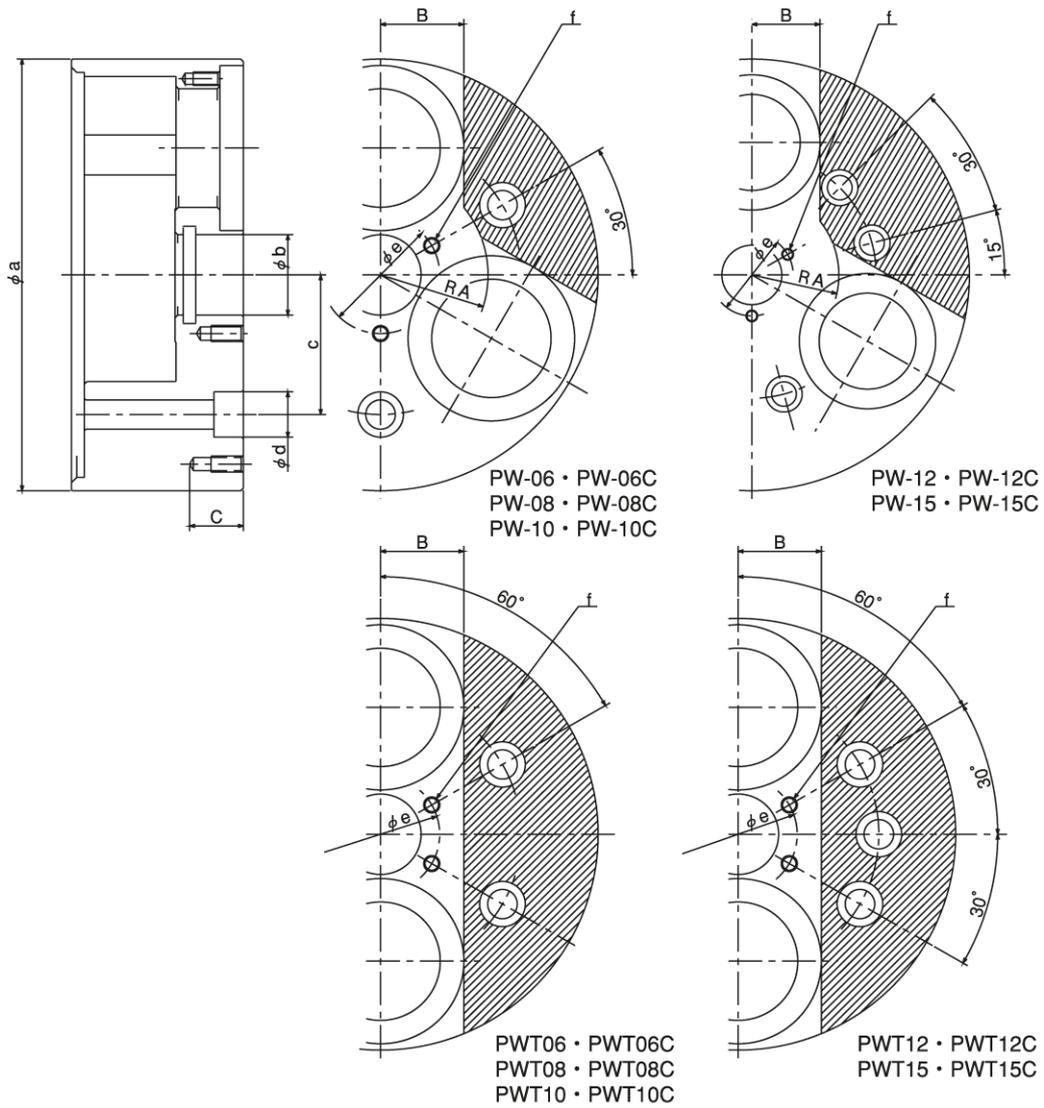

图 16
- 在卡盘体表面安装定位座或夹具时，请在图 16 所示的追加加工范围内进行攻丝或钻孔。